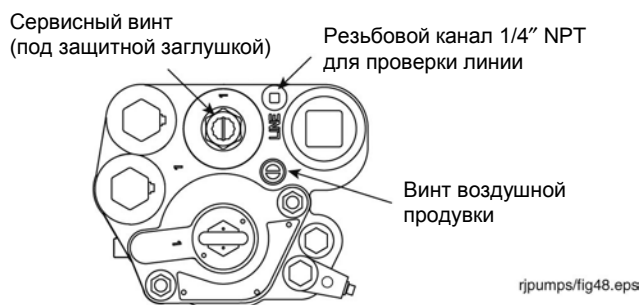

Рисунок 23. Местоположение на насосе канала проверки линии
- Давление можно определить по манометру, присоединенному к «ударному» клапану или к насосному каналу проверки линии (см. рисунок 23).
2. Снимите и отложите защитную заглушку сервисного винта и поверните его по часовой стрелке (см. рисунок 23). Когда винт приблизится к нижнему положению, начнется сброс давления из системы (это можно определить на слух). Продолжайте вращать винт до упора. После того, как винт дойдет вниз до упора, отверните его на 4 оборота, чтобы открыть обратный клапан и дать
3. Выверните заглушку канала проверки линии (см. рисунок 23) и присоедините контрольный манометр.
4. Поверните винт воздушной продувки на 2–3 оборота против часовой стрелки (см. рисунок 23).
2. Снимите и отложите защитную заглушку сервисного винта и поверните его по часовой стрелке (см. рисунок 23). Когда винт приблизится к нижнему положению, начнется сброс давления из системы (это можно определить на слух). Продолжайте вращать винт до упора.